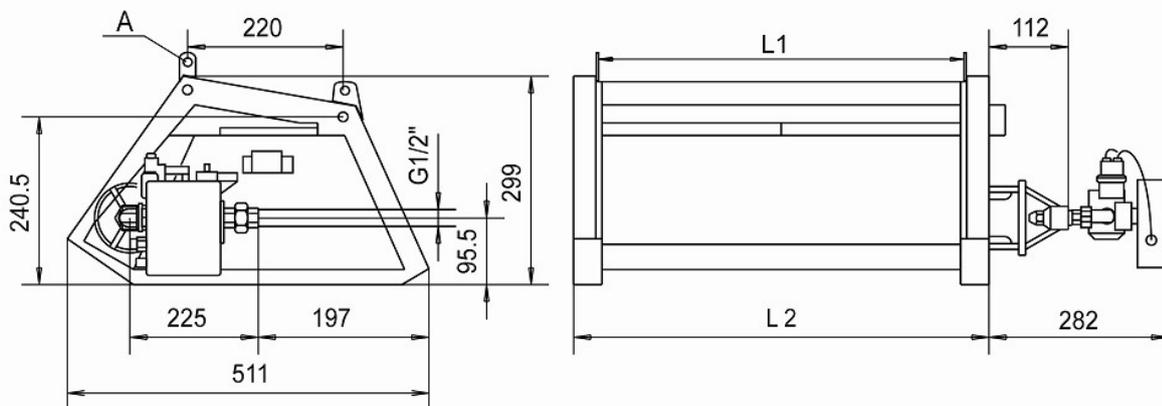

Fig. 9: Dimensions de l'émetteur
L'appareil peut être suspendu en 4 points (A). (voir Fig. 9, page 14).